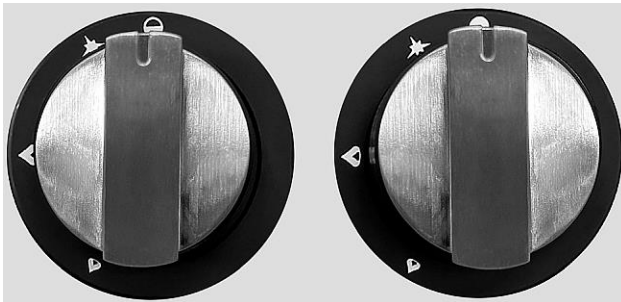

Abb. 16
1. Stellen Sie sicher, dass alle Drehregler auf der AUS-Position (O) (Abb.16) sind.